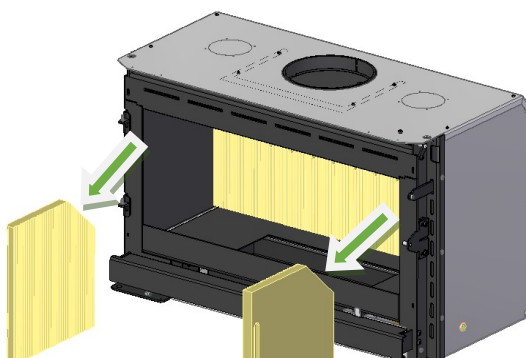

Figure 41 – Démontage des côtés de l'équipement en vermiculite
3. Retirez les 2 pièces sur les côtés, en allant vers le centre de l'équipement et en revenant vers l'extérieur de l'équipement, Figure 41.